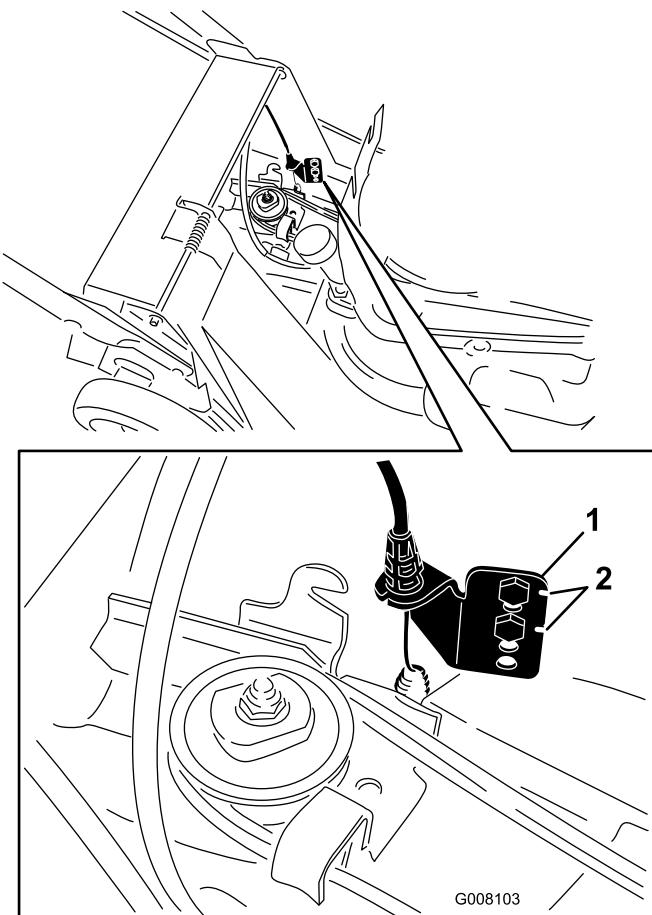

Figure 30
7. Enlevez les vis de la patte d'ancrage inférieure (Figure 30).
Remarque: Le couvercle de courroie inférieur est retiré sur la Figure 30 pour plus de clarté. Il n'est pas nécessaire de retirer le couvercle de courroie inférieur pour effectuer cette procédure.
8. Remontez la patte d'ancrage inférieure d'un trou (Figure 30).
Remarque: Lorsque vous remplacez la courroie, replacez la patte d'ancrage inférieure à sa position d'origine (usine), indiquée par les crans situés près des trous de la patte (Figure 30).